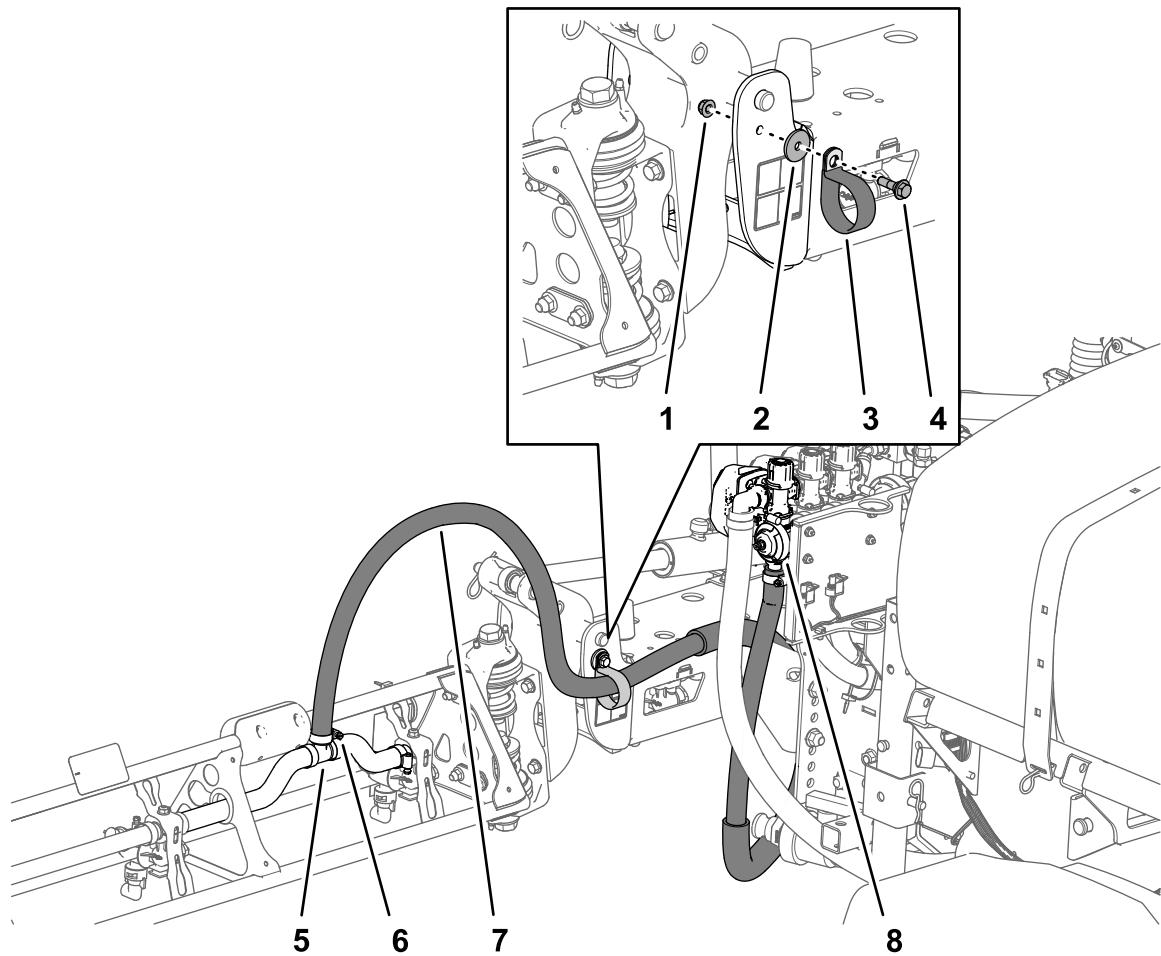

图 43
1. 按照图 42和图 43 所示铺设喷洒臂段软管。
- 用 1 个 R 形夹、1 个轴肩螺栓 5/16 x 1 英寸、1 个锁紧螺母 5/16 英寸和 1 个垫圈 5/16 英寸将喷洒臂软管固定到中央喷洒臂段的前侧图 42 和图 43。
- 将喷洒臂段软管安装在喷洒臂段的宝塔 T 形接头上方并用软管夹固定软管图 42 和图 43。